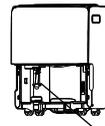

Imagen 7
- Si la manguera de la bomba se cae mientras retira el recipiente (consulte Imagen 7), deberá volver a instalar la manguera de la bomba de forma correcta en la unidad antes de volver a colocar el recipiente en la unidad (consulte Imagen 8).